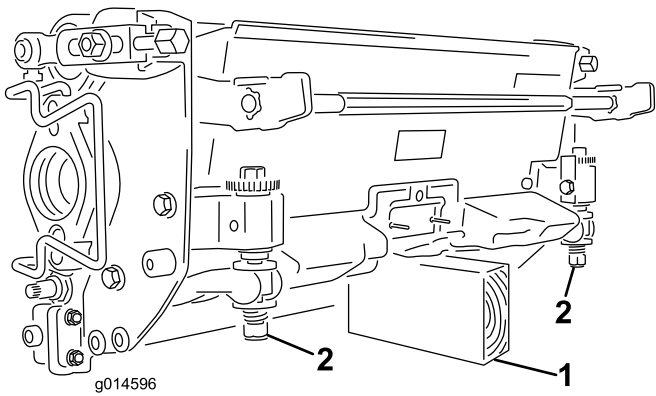

Figure 43
**Important:** Chaque fois que vous devez basculer l'unité de coupe, soutenez l'arrière pour empêcher les écrous situés sur les vis de réglage de la barre d'appui de reposer sur la surface de travail (**Figure 43**).